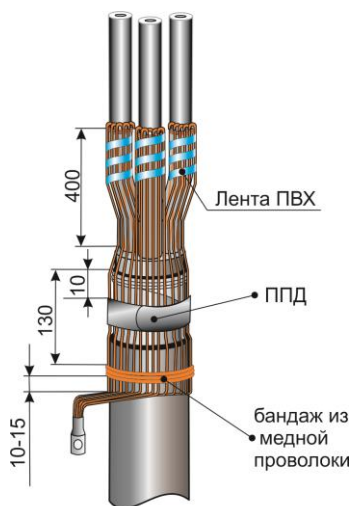

Рис.5
**5.** Удалить ленты, бандажирующие экран. Расплести проволоки и отогнуть до бандажа. Отогнутые проволоки уложить по каждой жиле и зафиксировать лентой ПВХ на длине 400мм от слоя межфазного заполнителя. Затем концы проволок уложить на оболочку и броню кабеля и зафиксировать бандажом из 3-4 витков медной проволоки на оболочке и пружиной постоянного давления на бронелентах кабеля. Расстояния указаны на Рис.5. Проволоки медного экрана скрутить в жилу и оконцевать наконечником. Размотать электропроводящую бумагу до изгиба проволок экрана и аккуратно удалить ее.